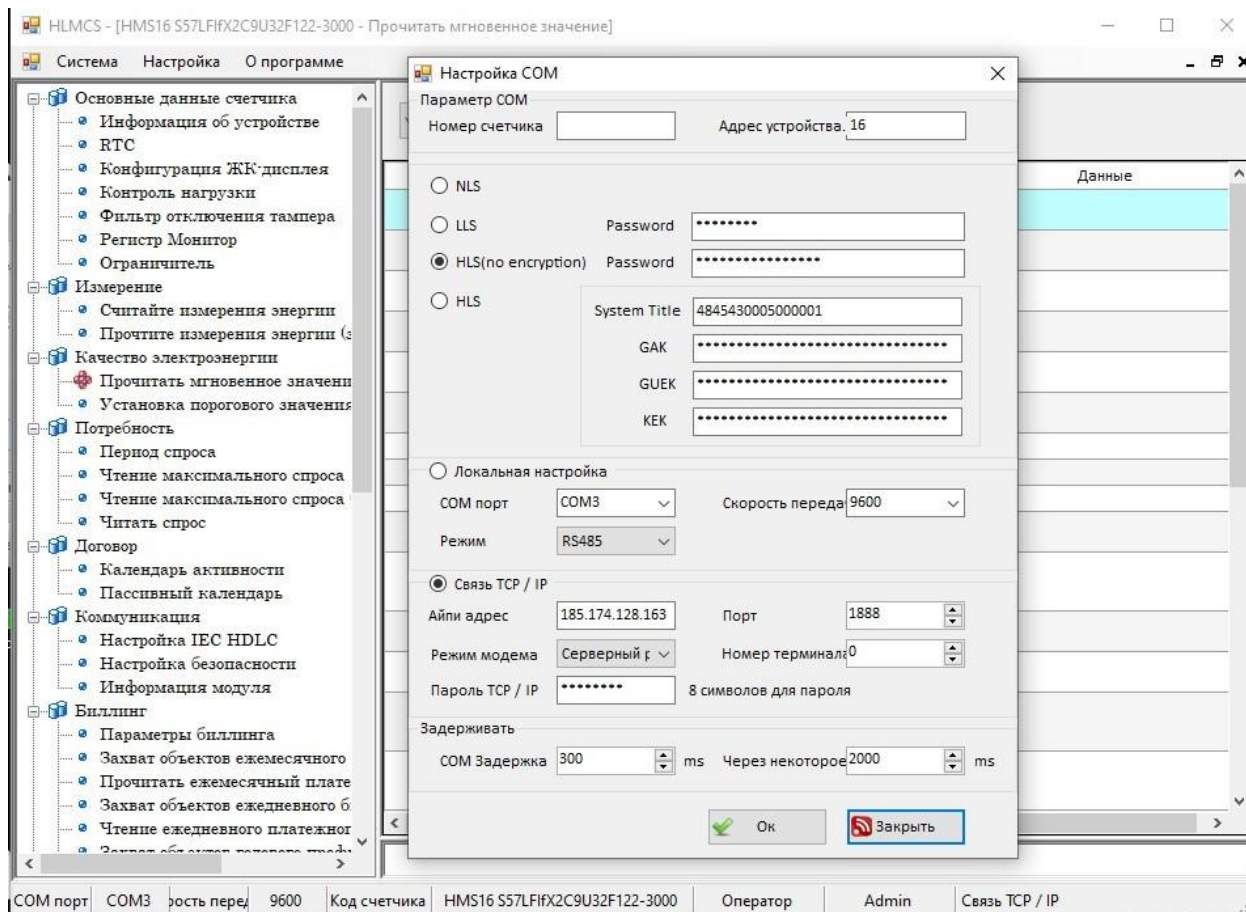

Рисунок 12. Главная форма программы «Конфигуратор счетчика АИСТ» счетчика АИСТ А100-Н. Раздел «Настройка» → «Соединение»
- Далее на экране должна появиться главная форма программы, содержащая меню для осуществления настройки параметров (рисунок 12).